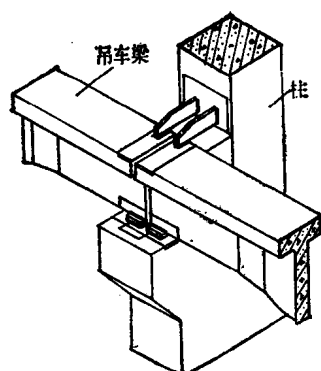

图 8 吊车梁与柱连接立体图
② 吊车梁与柱子的连接, 中柱与端柱不同详见图 7 及其连接点立体图见图 8。